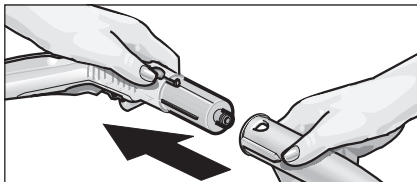

Рис. 2: Присоединение насадок к паровому пистолету-распылителю
- Соединить нужную насадку (D1,E1,F1) с паровым пистолетом-распылителем (C1). Для этого следует насадить трубчатый конец насадки на паровой пистолет-распылитель (C1). Насадку необходимо надвигать на паровой пистолет, пока кнопка разблокировки (C3), находящаяся на паровом пистолете, не защелкнется (см. рис. 2).